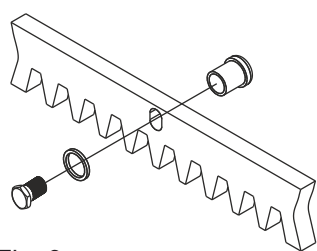

Fig. 9
5.2. Fijar los trinquetes de soporte a cada elemento de la cremallera mediante los relativos tornillos de bloqueo, cuidando de colocarlos en la parte superior del agujero - Fig. 9